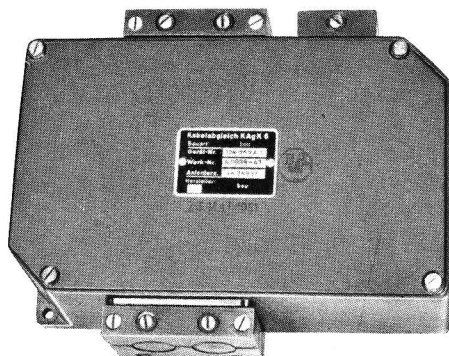
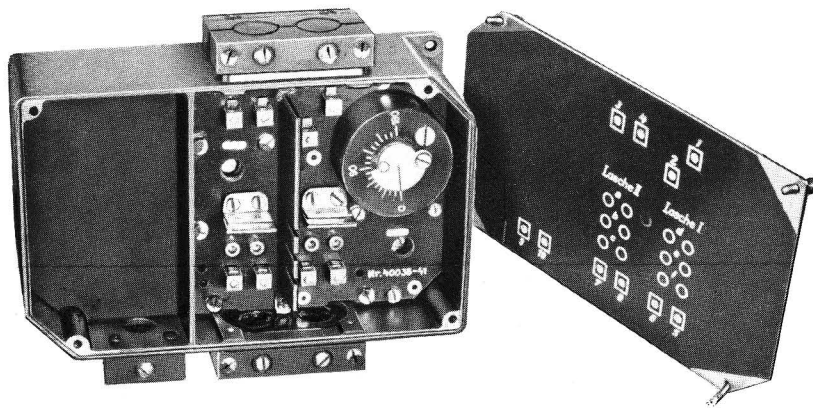

Abb. 25 Kabelabgleichkasten KAgK 6
Abb. 26 Kabelabgleichkasten KAgK 6 (geöffnet)
43. Der Kabelabgleichkasten (vgl. Abb. 25) enthält die Abgleichmittel für die Rahmen- und die Hilfsantennenleitung in zwei voneinander getrennten Kammern (vgl. Abb. 26). Die links befindliche dritte Kammer bleibt unbenutzt und wird bei dem in Zukunft zur Lieferung kommenden Kabelabgleichkasten KAgK 6a fortfallen.